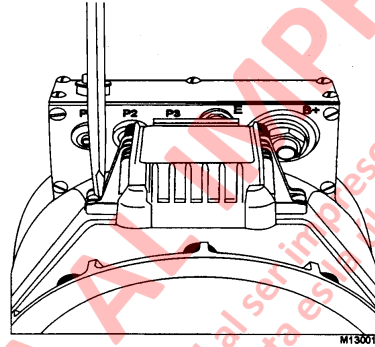

FIGURA 13-9
2. Saque las piezas de montaje de las patas de montaje del regulador (Figura 13-9).